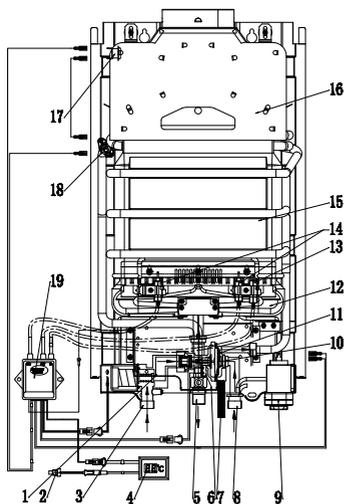

Рис. 7
- откройте сливную заглушку (7 на схеме устройства, рис. 7), для того, чтобы из водонагревателя вылилась вся вода;